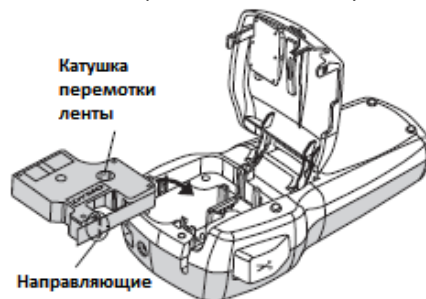

Рис. 4.
2. Убедитесь, что пленка и лента туго натянуты на картридж таким образом, что пленка проходит через направляющие. См. Рис. 4.